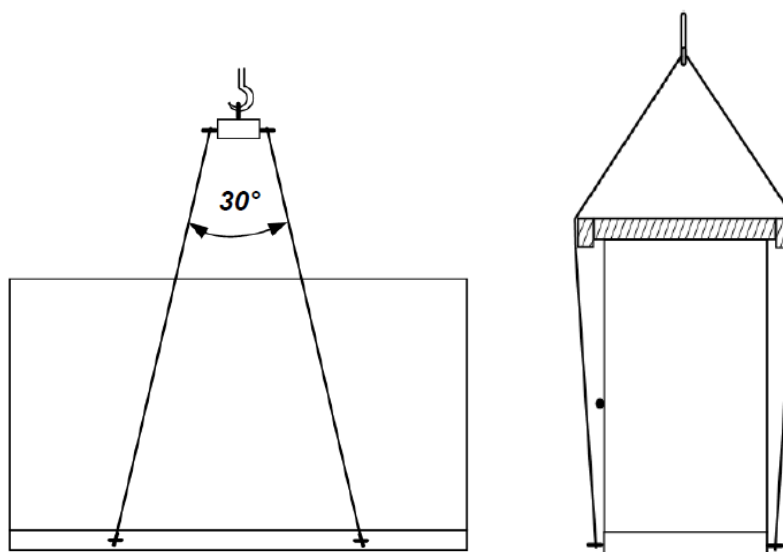

Рис. 6-12 Способ 2 перемещения краном
3. Если при подъеме краном используются отверстия для погрузчика, то необходимо принять меры к тому, чтобы стропы крана не раздавили шкаф и не повредили оборудование. Установите деревянные распорки на крыше шкафа, как показано на Рис. 6-12.